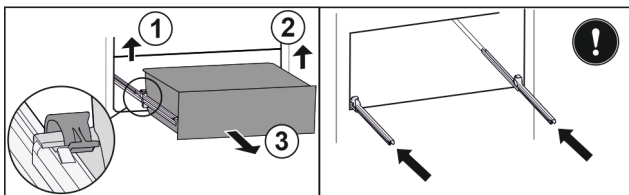

Fig. 62
- ▶ Levante la brida izquierda y, simultáneamente, tire de la parte izquierda del cajón hacia delante. Fig. 62 (1)
- ▶ Levante la brida derecha y, simultáneamente, tire de la parte derecha del cajón hacia delante. Fig. 62 (2)
- ▶ Extraiga el cajón hacia delante. Fig. 62 (3)